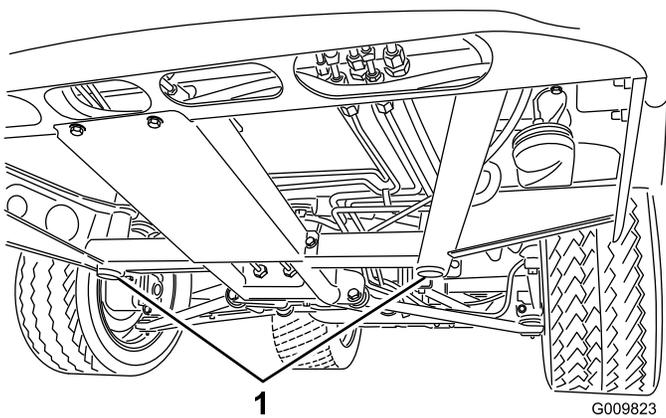
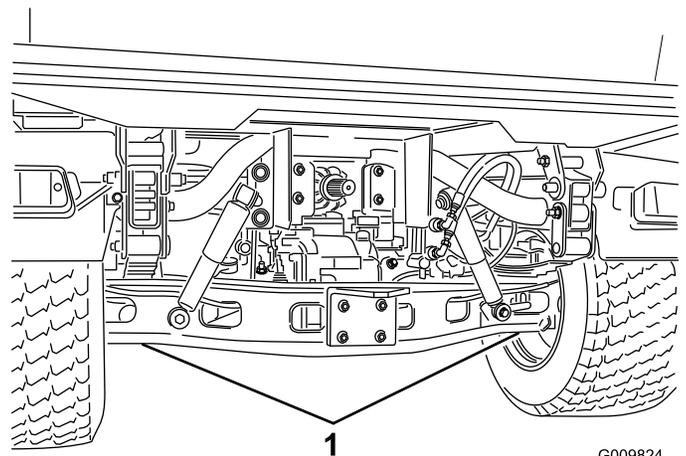

Figura 33
Figura 34
- O ponto de suspensão do macaco na parte dianteira do veículo, fica situado por baixo do apoio central do chassis (Figura 33) e na traseira por baixo da manga do eixo (Figura 34).